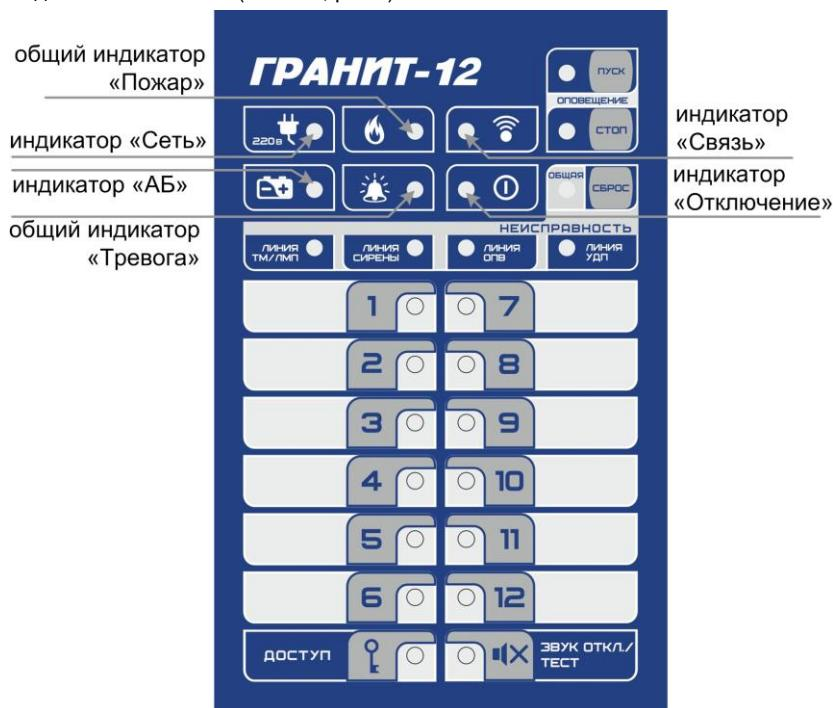

Рис.2 Панель индикации и управления прибора Гранит-12
На плате контроллера установлена панель индикации и управления (рис.2).
3.2 На панель индикации и управления прибора (см. рис.2) выведены: